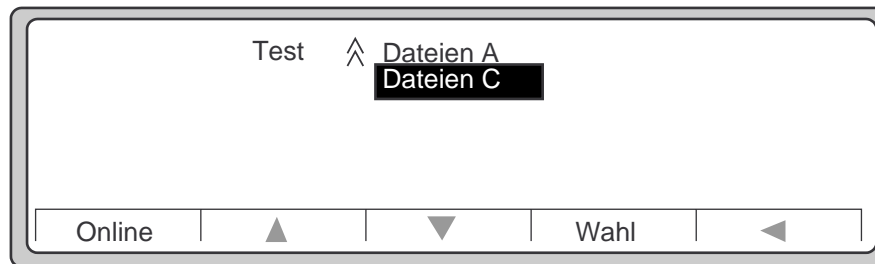

Abbildung 6-4 Test-Untermenü
3. Blättern Sie mit der Taste ▼ nach unten, und heben Sie den Eintrag „filesC“ hervor, wie in Abbildung 6-4 gezeigt. Drücken Sie anschließend „Wahl“.